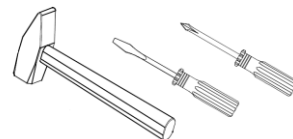
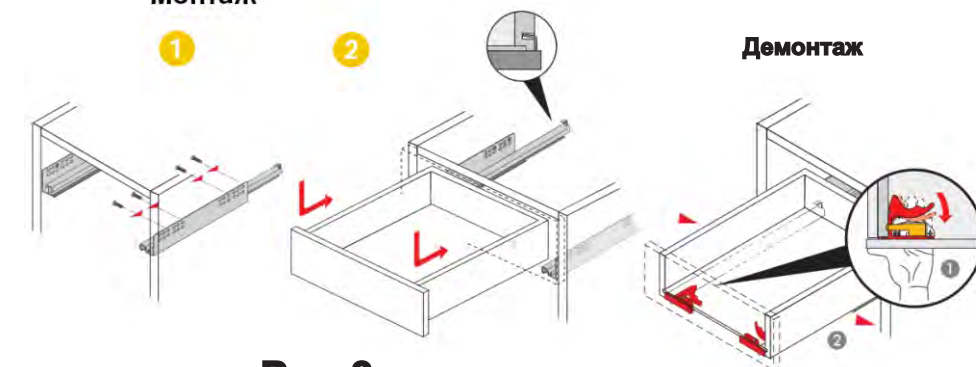

Рис.5
Рис.3
Установите шканты (8) в отверстия d=8 мм топа А, низа В, боковин С, и задних стенок ящиков Е4. Вставьте дюбель эксцентрика быстрого монтажа (4) в топ А, низ В и заднюю стенку D (см. Рис.2). Прикрутите опоры (11) шурупами (9) в наметки на нижней плоскости низа В. . Правильно укомплектуйте направляющую центрального замка (см. Рис.4), прикрепите фиксаторы к направляющей по наметкам. Вставьте укомплектованную направляющую в паз боковины Сг, зафиксируйте с помощью шурупов (9) и крепления по наметкам. Прикрутите направляющие (3а) к боковинам С с помощью мини винтов (6). Соедините вместе низ В, топ А, боковины С и заднюю стенку D. Вставьте эксцентриковые гайки (10) и с помощью отвертки затяните их по часовой стрелке до фиксации (см. Рис.2). Соедините вместе лицевые Е1, боковые Е3, задние стенки Е4, ящиков. Используя шурупы (9) прикрепите дно Е2 к задней стенке Е4. Фиксаторы (3б) прикрутите к лицевой Е1 шурупами (9). Прикрутите ответную скобу (1) винтами (9) на правых боковинах ящика Е3 по шаблону (рис. 5). Прикрутите замок (13) к лицевой стенке Е1 верхнего ящика, используя шурупы (9). Используя подкладки для ручек (7) прикрепите ручки (2) к лицевой Е1 ящика винтами (12). В эксцентриковые гайки (10) вставьте заглушки (5). Установите ящик в корпус согласно (Рис. 3).